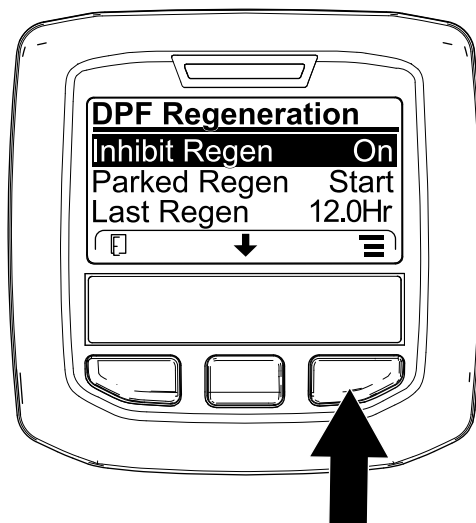
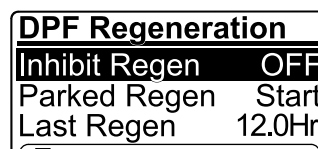

図 39
図 40
1. DPF Regeneration メニューで、中央ボタンを押して再生禁止 INHIBIT REGEN オプションに移動し、右ボタンで中に入る 図 39。
2. 右ボタンを使って、設定を ON から OFF 図 39 または OFF から ON に変える 図 40。